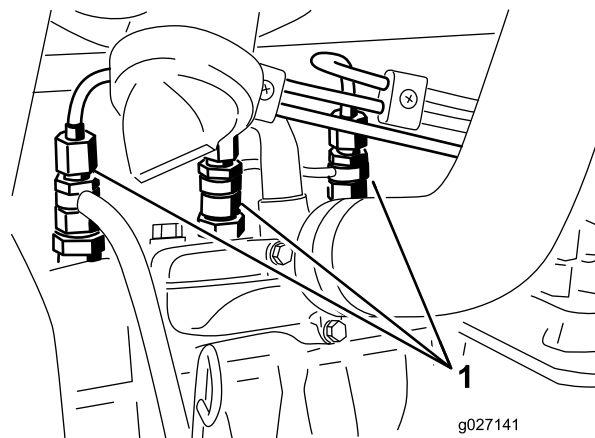

Рисунок 58
1. Ослабьте элемент подсоединения трубки к соплу №1 и держателю в сборе (Рисунок 58).